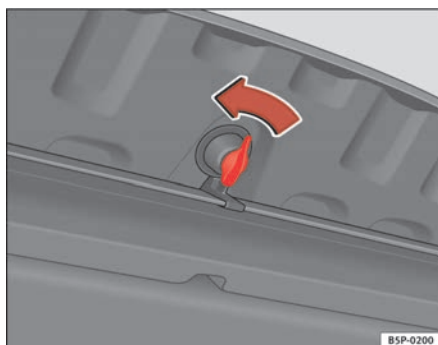

Fig. 123 Abertura da caixa porta-objectos
O triângulo de pré-sinalização está localizado por baixo da prateleira posterior na uma caixa porta-objectos ⇒ fig. 123. Para abrir esta caixa porta-objectos, gire o trinco 90°.
- Abra a caixa porta-objectos, girando o trínco 90° ⇒ página 149, fig. 123.